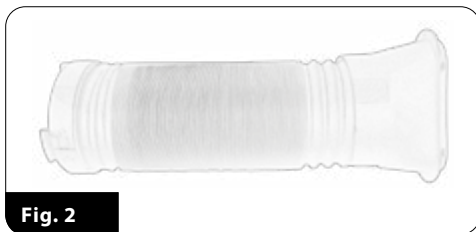

Fig. 2
3. Skru monteringsringen (17) på den ene enden av utløpsrøret for varmluft (15). De tre tappene på ytterkanten av ringen (17), skal være på utsiden av utløpsrøret for varmluft (fig. 2). Skru monteringskoblingen på den andre enden av utløpsrøret for varmluft (15).